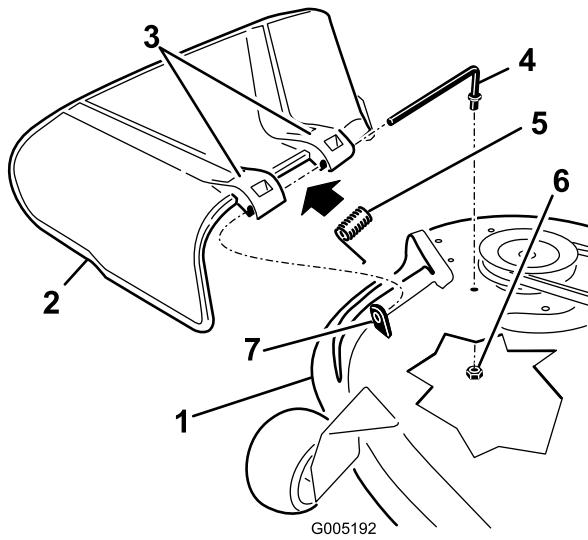

Bild 61
2. Nehmen Sie die Mutter (3/8 Zoll) aus der Stange unter dem Mähwerk ab (Bild 61).
3. Schieben Sie die Stange aus dem kurzen Vorsprung, der Feder und dem Ablenkblech (Bild 61). Entfernen Sie defekte oder abgenutzte Ablenkbleche.
4. Montieren Sie das Ablenkblech (Bild 61).
6. Setzen Sie die Feder mit den Enddrähten nach unten auf die Stange, zwischen die Ablenkblechhalterungen. Schieben Sie die Stange durch die zweite Halterung am Grasablenkblech (Bild 61).
7. Schieben Sie die Stange vorne am Ablenkblech in den kurzen Vorsprung am Mähwerk. Befestigen Sie das hintere Stangenende mit einer Mutter (3/8 Zoll) am Mähwerk (Bild 61).
1. Machen Sie die in Bild 61 gezeigten Teile ausfindig.